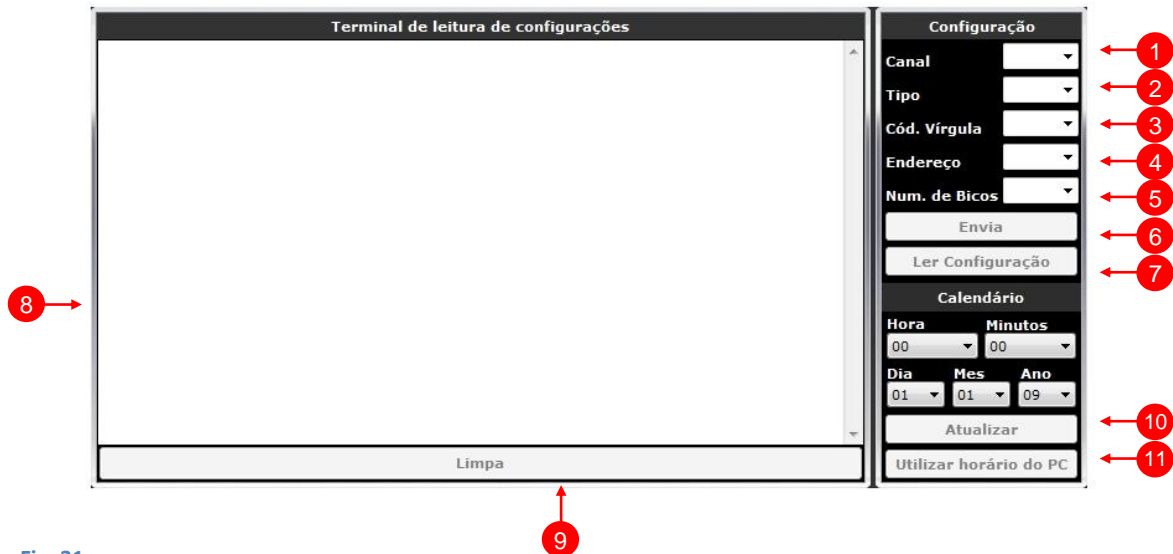

Fig. 31
A primeira informação é o Item 1 da fig.31, canal, refere-se a qual canal iremos instalar fisicamente a bomba, se for ao canal 2 informaremos "02" se for ao canal 7 informaremos "07", mas em nosso exemplo devemos instalar no canal 1, portanto, a primeira informação é: "01".
O próximo passo é informar o tipo de bomba. Consultando a documentação no Item “Tipo de bomba” indicado na fig.32 item 1 encontramos a informação “G – Gilbarco”. Devemos então inserir esta informação no item 2 da fig.31.
Depois de preenchermos as informações basta enviar a configuração clicando no botão “Envia”, conforme fig.31 item 6.